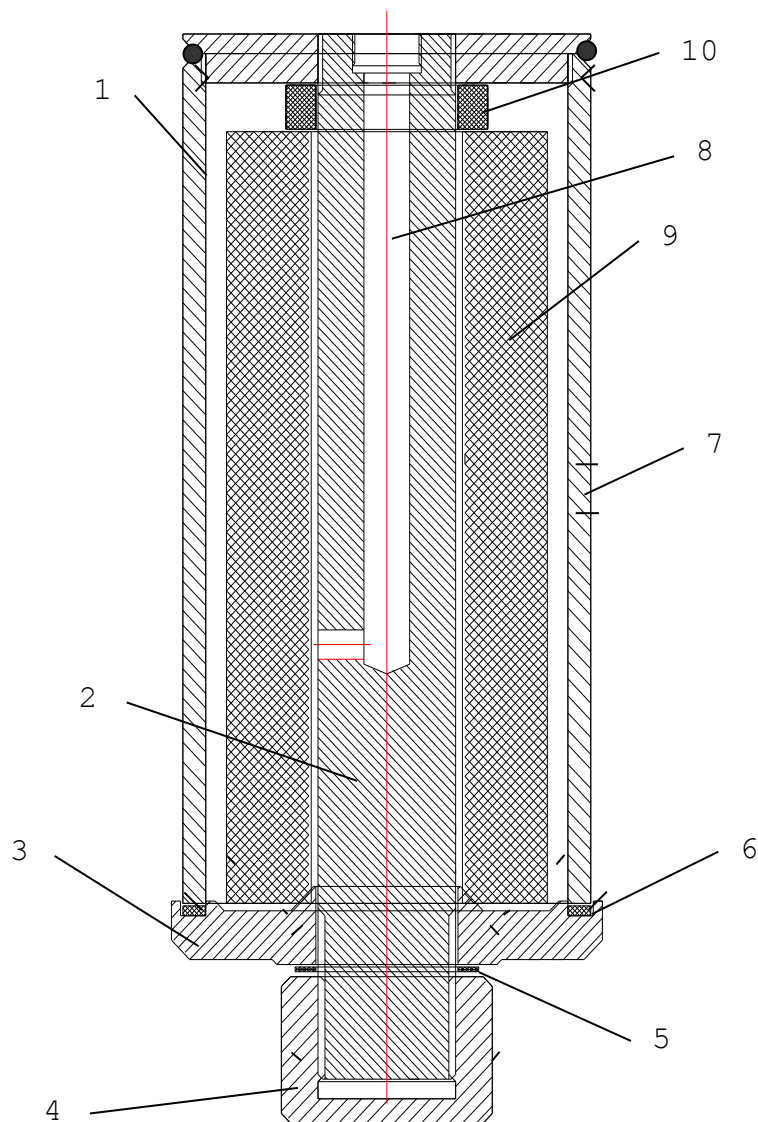

Рис.8 Фильтр
Фильтр (рис.8) предназначен для очистки сжиженного газа от механических примесей. Фильтр состоит из сварного корпуса (1) цилиндрической формы, центрального стержня (2), предназначенного для крепления нижней крышки фильтра (3) гайкой (4) через резиновое уплотнительное кольцо (5), в крышке установлено резиновое уплотнительное кольцо (6), сжиженный газ поступает в фильтр через отверстие (7), выходит через отверстие в центральном стержне (8), в который вкручена трубка с гайкой для подсоединения ТПР. Фильтрующий элемент (9) -